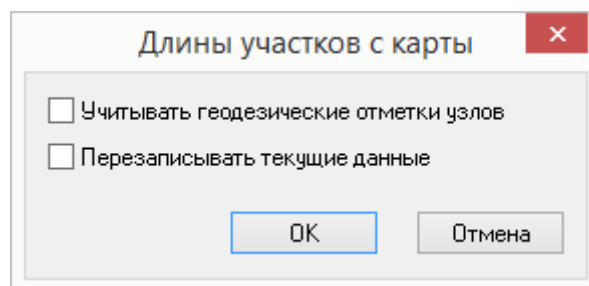

Рисунок 19.3. Окно опций определения длины
4. Нажмите кнопку **Длины участков с карты**. Откроется окно с дополнительными опциями определения длины Рисунок 19.3, «Окно опций определения длины».